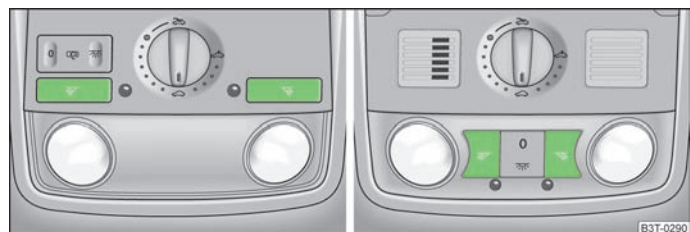

Abb. 40 Leseleuchten
- Die Schalter  » Abb. 40 drücken, um die Leseleuchten ein- bzw. auszuschalten.